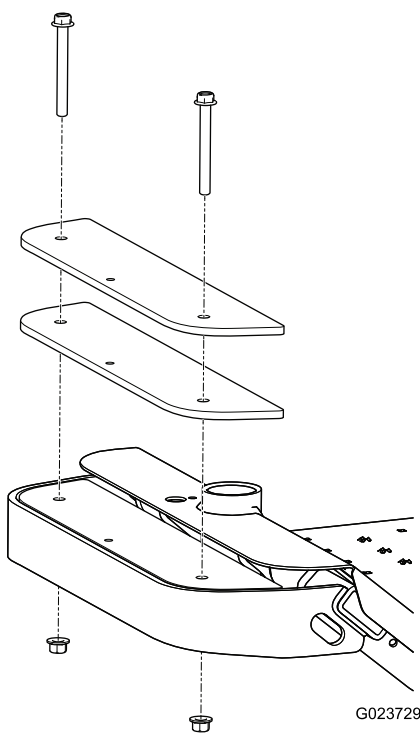

図 11
1. 車体前部についている既存のウェイトのボルト2本とナット2本を外す 図 11。